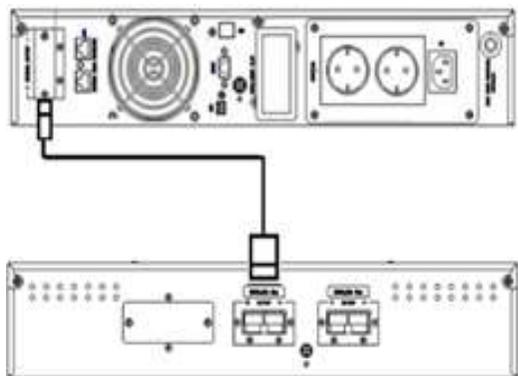

Рис. 5
5.2.2 Подключение к ИБП дополнительных батарейных блоков осуществляется поставляемым в комплекте с батарейным блоком кабелем (рис.5)